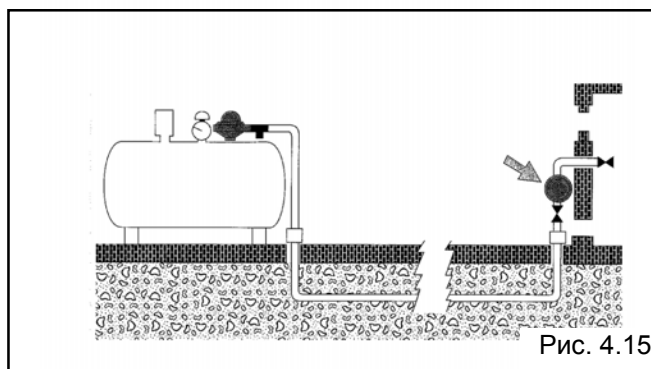

Рис. 4.15
- Вращая регулятор давления на редукторе газопровода сжиженного газа, добейтесь следующих значений на манометре (рис. 4.15):